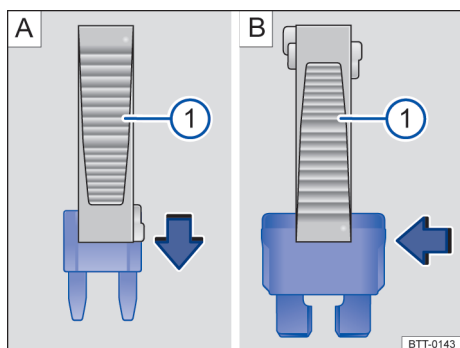

Fig. 162 Remover ou instalar um fusível usando a garra da pinça de plástico 1.
- Se necessário, tirar a pinça de plástico da cobertura da caixa de fusíveis → Fig. 162 .
- No caso de *fusíveis pequenos*, encaixar o clipe  por cima → Fig. 162  A.
- No caso de *fusíveis maiores*, posicionar o clipe  lateralmente sobre o fusível → Fig. 162  B.